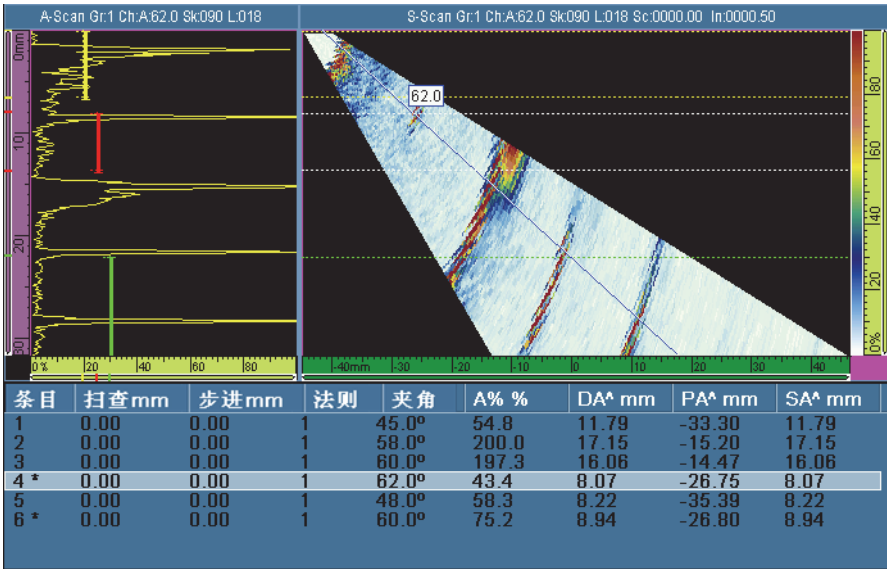

图 6-9 缺陷报表的示例
1. 选择**测量 > 缺陷报表 > 模式 = 设置**，且**显示报表 = 开启**，在数据视图的底部显示缺陷报表（参见第 149 页的图 6-9）。